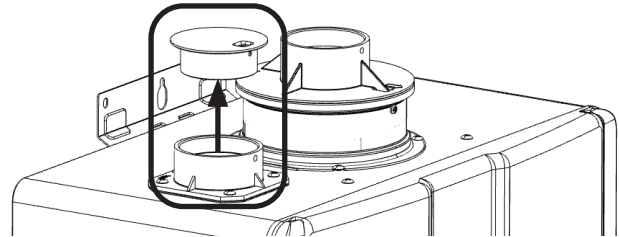

Figura 43
2. Quite y deseche la tapa de ventilación de aire para la combustión (Figura 43).